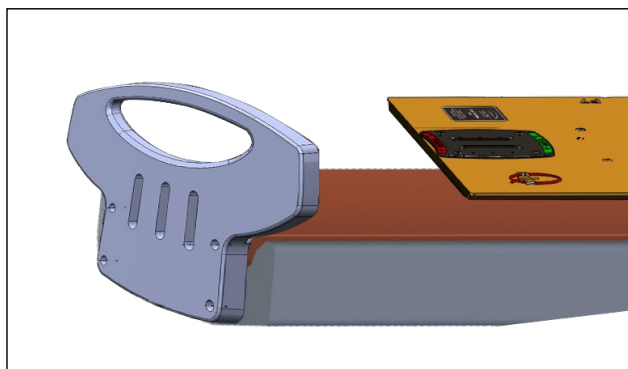

图 19
1. 将 CT 覆盖罩放置在带脚端的 Siemens 床板上, 脚端碰锁配件安装块距离接触脚端踏板几英寸, 且 CT 覆盖罩位于 Siemens 床板中心 (图 19)。